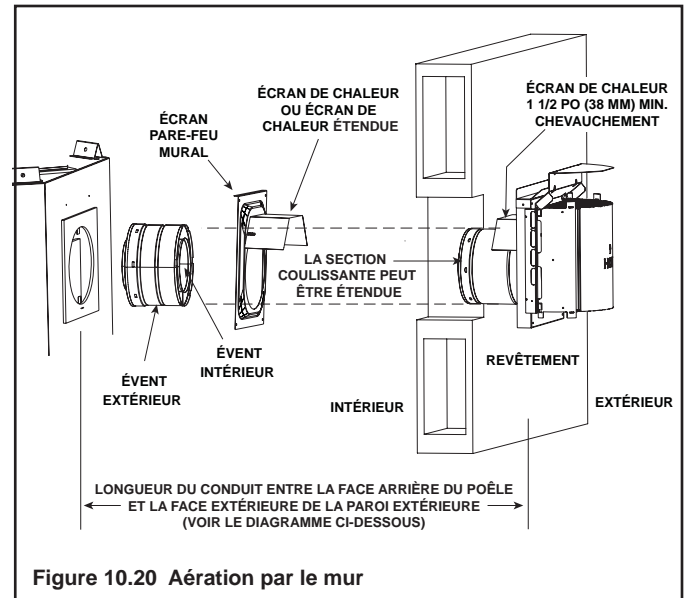

Figure 10.20 Aération par le mur
- **NE PAS** retirer les écrans de chaleur fixés sur l'écran pare-feu et sur le capuchon horizontal (voir la Figure 10.20).
L'écran de chaleur comprend deux sections. La première section est fixée en usine sur l'écran pare-feu. L'autre section est fixée en usine sur le capuchon. Voir la Figure 10.20.